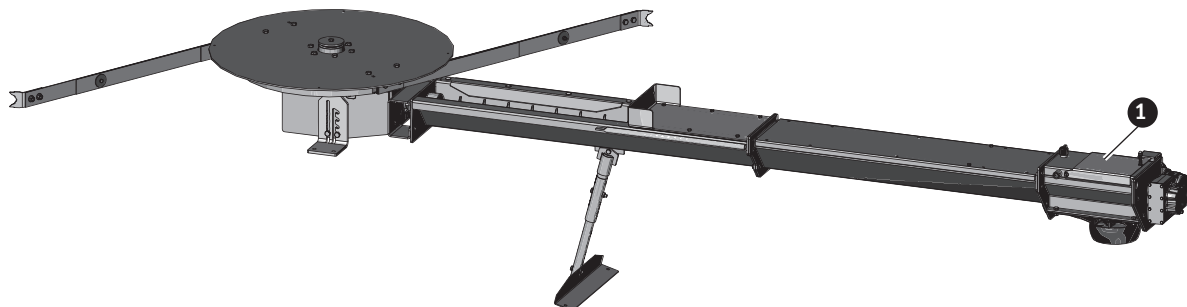

Fig. 140 Übergabeblock auf Raumaustragung montiert
- Übergabeblock inkl. Motor [1] auf Raumaustragung montieren, Verbindungsstück bei Schnecke vorher einfetten und Dichtungsband aufkleben (siehe auch Montagehinweise bei Pkt. 13.10 auf Seite 54) – Fig. 140.